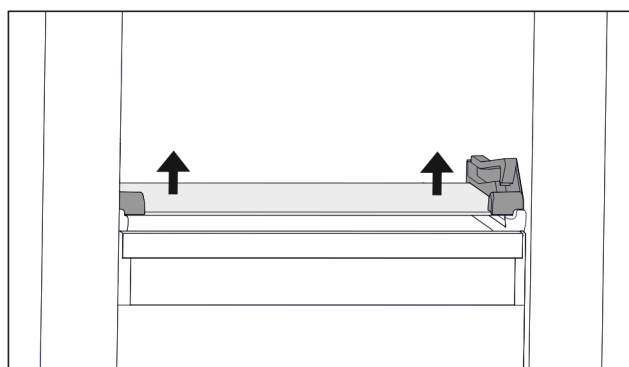

Fig. 131 Ripiano in vetro del cassetto ribaltabile
- ▶ Premere il ripiano in vetro dal basso verso l'alto su entrambi i lati. (vedere Fig. 131)